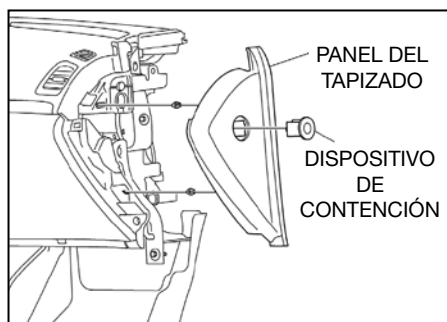

Fig. 21
1. Retire la cubierta del tapizado del panel de instrumentos (ver Fig. 21).